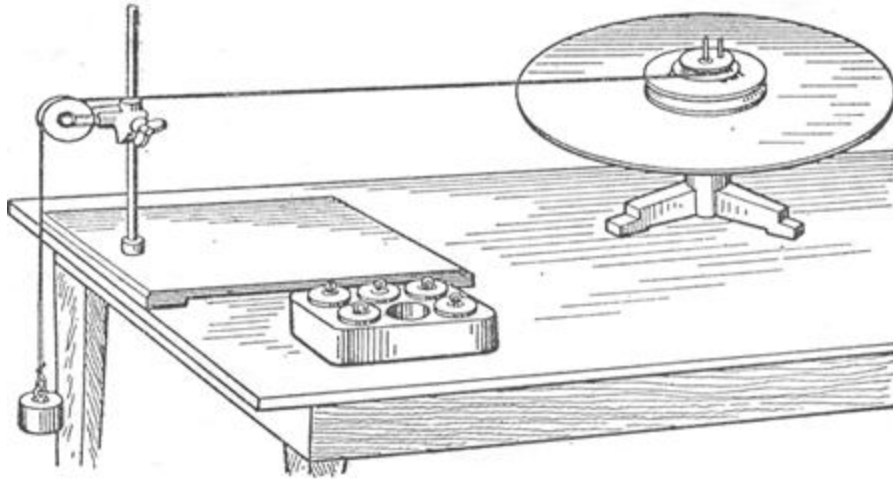

Рис. 1
Рівняння (1) називають *основним рівнянням динаміки обертового руху*. Для перевірки цього рівняння скористаємося установкою, зображеною на рис. 1.